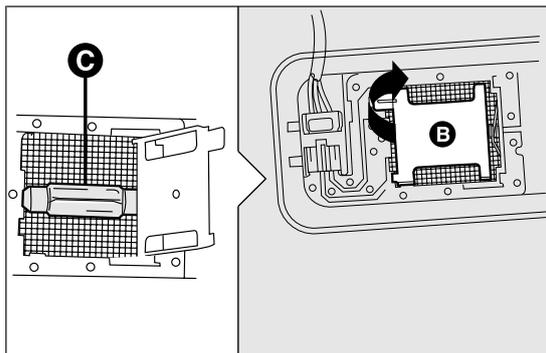

fig. 158
- aprire la copertura B fig. 158 come indicato;
- sostituire la lampada C fig. 158 svincolandola dai contatti laterali, inserire la nuova lampada accertandosi che la stessa risulti correttamente bloccata tra i contatti stessi;